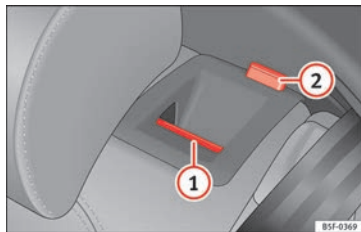

Fig. 152 Dans le dossier de la banquette arrière : touche de déverrouillage (1) ; repère rouge (2).
- Tirez la touche de déverrouillage » **fig. 152** (1) vers l'avant et, en même temps, rabaissez le dossier.
- Le dossier arrière est débloqué quand le repère rouge est visible sur la touche (2).
Le dossier arrière est débloqué quand le repère rouge est visible sur la touche » **fig. 152** (2).